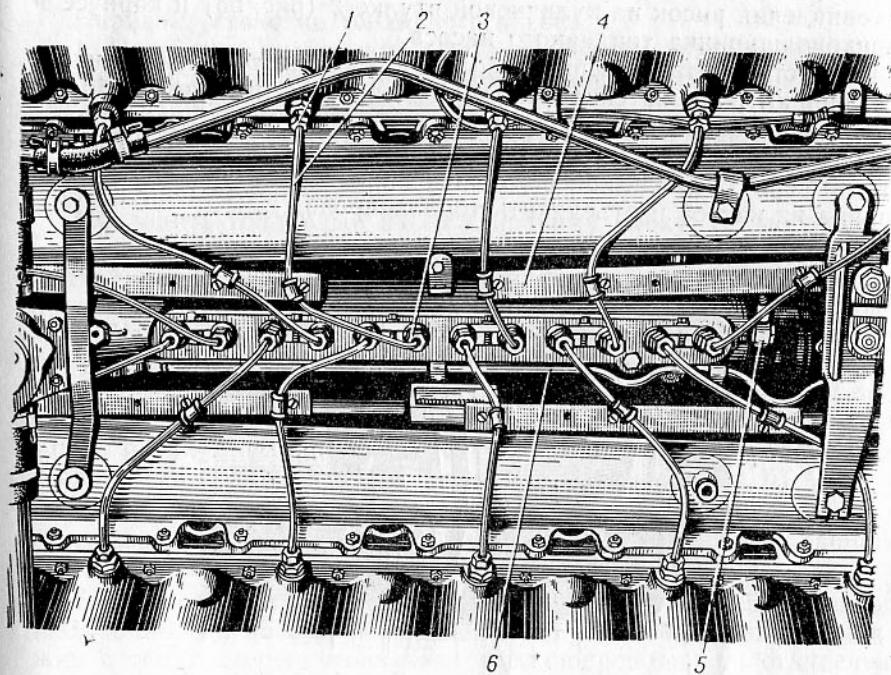

Рис. 53. Установка топливного насоса:
6. Вывернуть гайки 1, 3 (рис. 53) топливопроводов 2 высокого давления, отединить топливопроводы от крышек головок блока и насоса и снять топливопроводы в сборе с соединительными планками 4. Закрыть отверстия штуцеров насоса и крышек заглушками.
5. Присоединить к насосу топливопровод 5 (рис. 53), подводящий топливо к насосу, и закрепить его зажимным болтом, подложив с обеих сторон узлы топливопровода уплотнительные прокладки. Зашплинтовать зажимной болт проволокой.
6. Вывернуть штуцерную гайку 1 (рис. 53) и отвернуть накидную гайку 3 крепления топливопровода 2 высокого давления и отъединить топливопровод от заменяемой форсунки.
4. Установить топливопровод 2 (рис. 53) высокого давления заменяемой форсунки и закрепить его штуцерной гайкой 1 на корпусе форсунки и накидной гайкой 3 на топливном насосе.